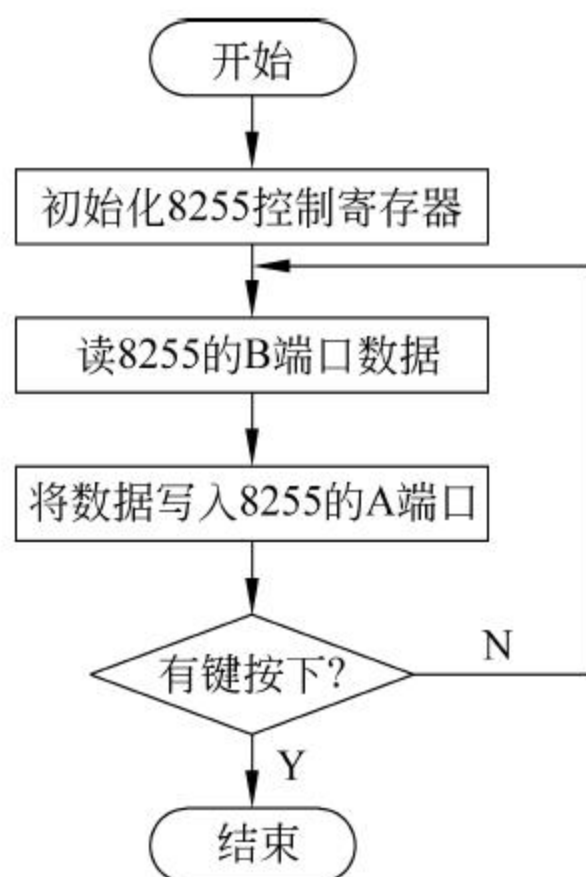

图 11-13 8255 基本应用实验(1)程序流程图
(3) 编写包括 8255 初始化程序在内的控制程序。要求：设置 8255 端口 A 和端口 B 均工作于方式 0；B 端口作为输入口连接一组拨动开关，输入开关状态；A 端口作为输出口连接一组发光二极管，控制发光二极管的亮灭。程序参考流程如图 11-13 所示。